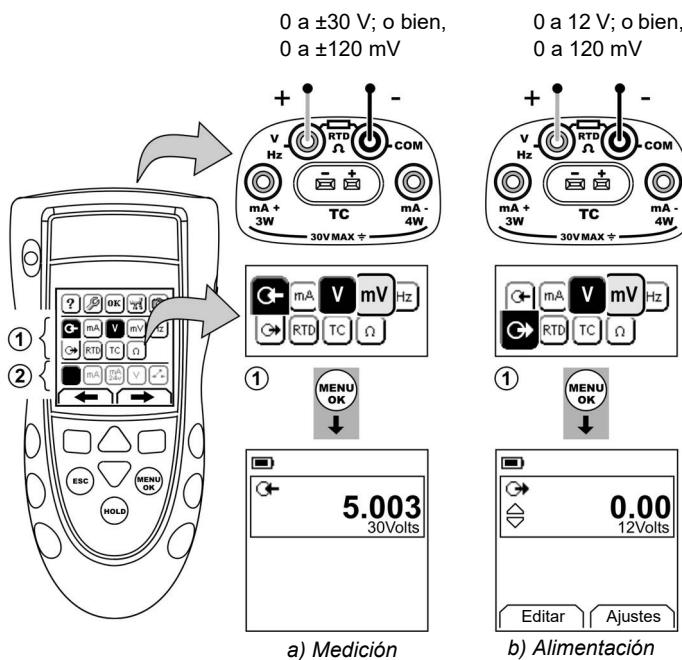

Figura 4: Ejemplo de configuración: Medición/alimentación de voltios o mA (Área ①)
1. Conecte el instrumento (Figura 4/5) y, si es necesario, ajuste la opción **Configurar** (Tabla 1).